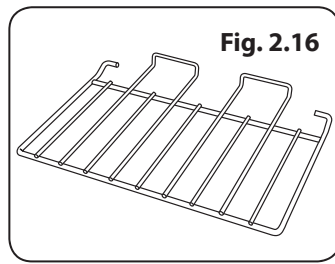

Fig. 2.16
- 3 grilles moitié du four (Fig. 2.16)